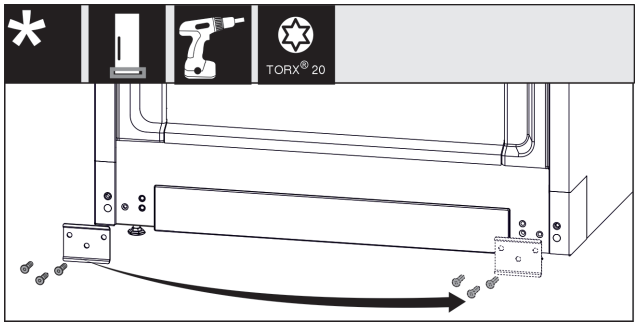

Fig. 15
► 拧下金属板 Fig. 15 (1)，将其移到另一侧，然后重新拧紧。